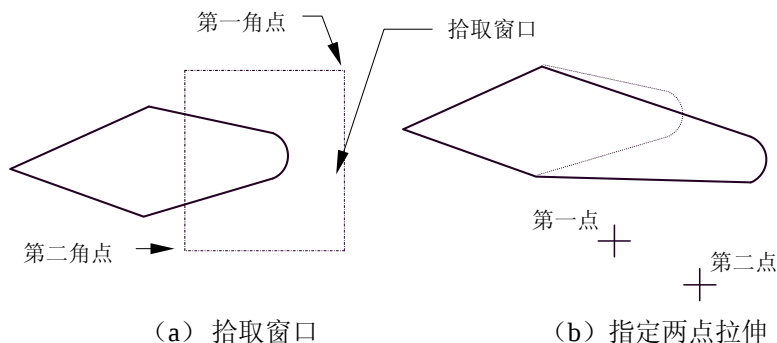

图 5-22 曲线组指定两点拉伸
(5) 用鼠标单击立即菜单中的【2: 给定偏移】，则此项内容被切换为【2: 给定两点】。同时，操作提示变为【第一点】。在这种状态下，先用窗口拾取曲线组，当出现【第一点】时，用鼠标指定一点，提示又变为【第二点】，再移动鼠标时，曲线组被拉伸拖动，当确定第二点以后，曲线组被拉伸。如图 5-22 所示，拉伸长度和方向由两点连线的长度和方向所决定。